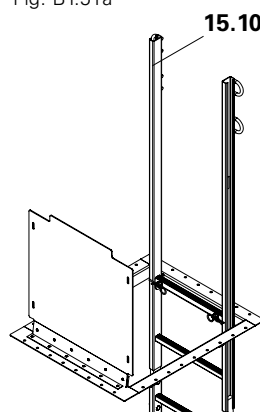

Fig. B.1.51b
2. Agganciare alla botola il primo o il secondo piolo dall'alto, e assicurare con inserti a molla. (Fig. B.1.51b + B.1.51c)